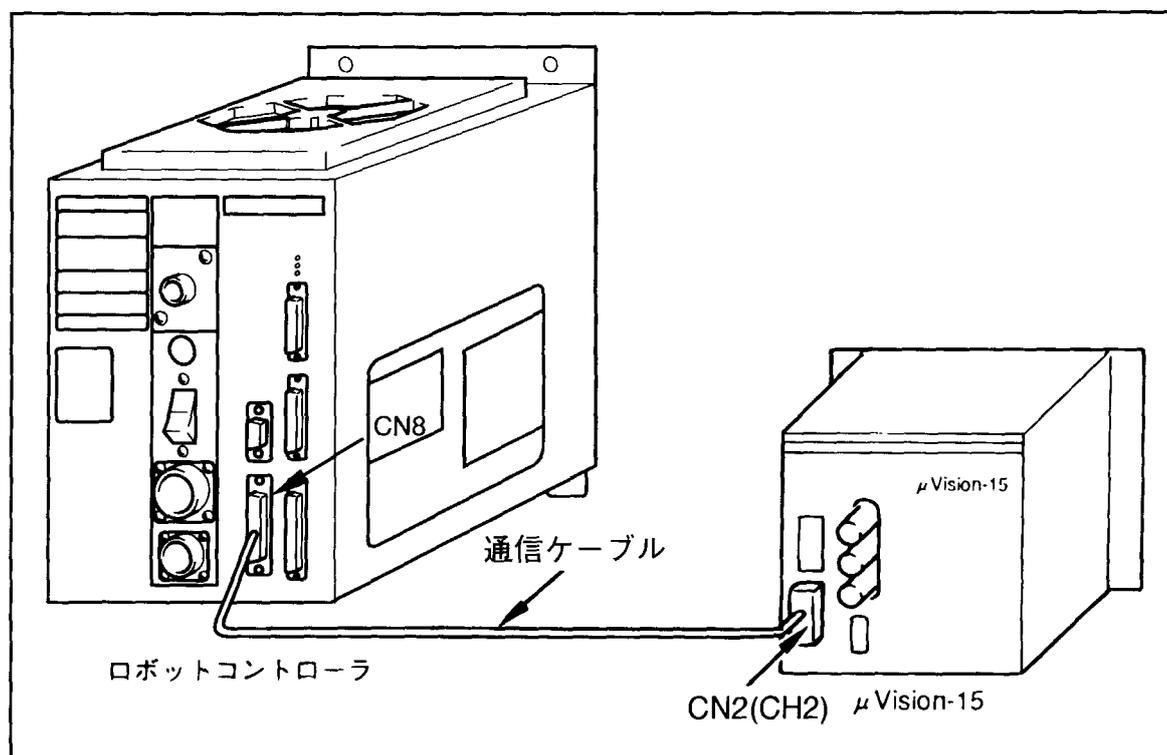

図 7-61 接続方法
- ①コントローラと視覚装置の両方の電源が切れていることを確認してください。(ON 状態の場合は、OFF にしてください。)
- ②図 7-61 に示すようにコントローラの「VISION」コネクタ (CN8) と視覚装置のコネクタ CN2 (CH2) を通信ケーブルで接続します。